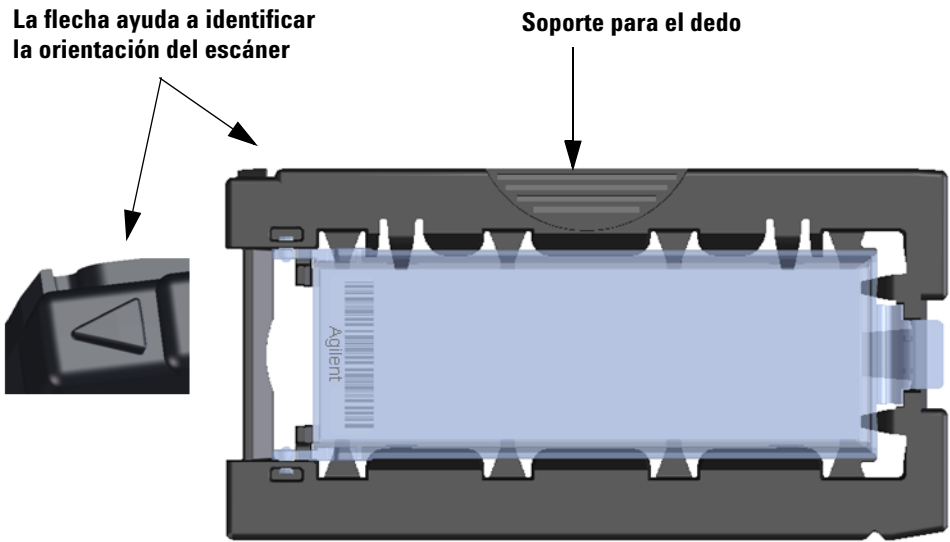

Figura 11 El portaplaclas le permite insertar las placas correctamente
- 2 Levante el portaplaclas mediante el soporte para el dedo. La flecha ubicada en la parte superior del portaplaclas apunta hacia la izquierda cuando levanta el portaplaclas correctamente. Consulte Figura 11.